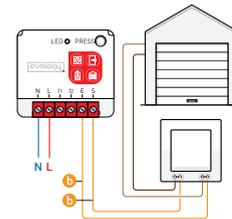

figure 2
- 3 Câblez le récepteur connecté selon le schéma figure 2.